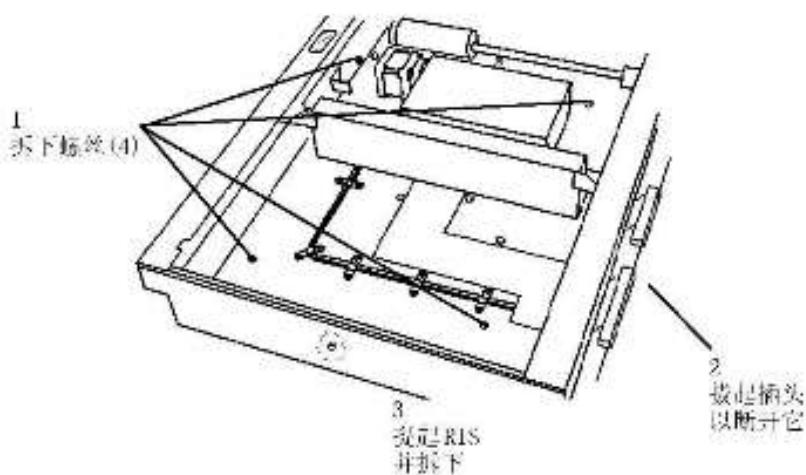

图 2 拆卸 RIS
5. 拆下 RIS 组件(图 2)。
2. 如果新的 RIS 被安装，接通电源后，按前章 3-13、3-14，重新设置 RIS 校准值(图 2)。